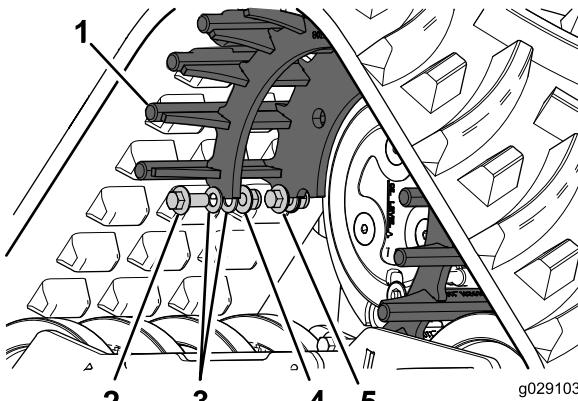

Figura 14
- Asegure los dientes de engranaje con 6 juegos de sujetadores que constan de un perno (M16—2.00 x 40 mm, Clase 10.9), 2 arandelas y una tuerca hexagonal (M16—2.00, Clase 10.9) cada uno (Figura 14).